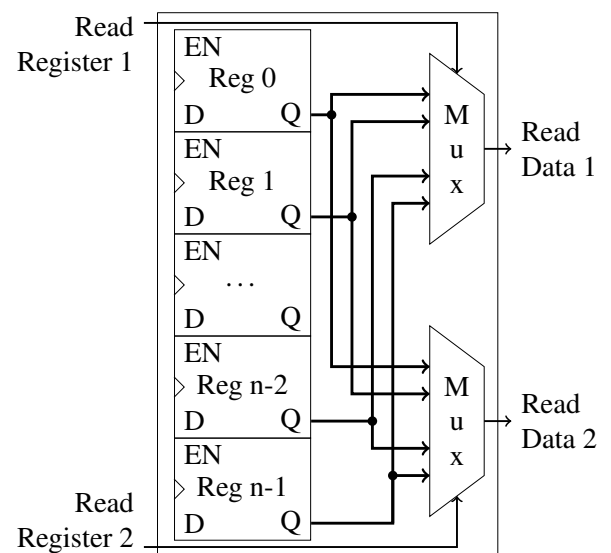

Abbildung 3: Die Realisierung der zwei Lesports des Registerspeichers (aus [2])
- Realisieren Sie die beiden Ausgangsports mithilfe zweier Multiplexer. (siehe Abbildung 3). Überlegen Sie sich eine geeignete (vor allem kurze) Realisierung der Multiplexer. Dazu dürfen Sie auch vom Konzept einer Netzliste abweichen.